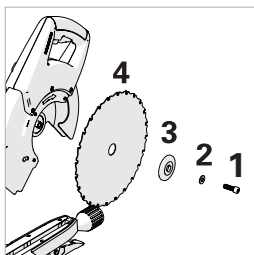

Fig. 41 View of
- Avec la clé 6 pans fournie, libérez la vis de mandrin, et retirez le joint, l'embase et la lame (**Fig. 41**).